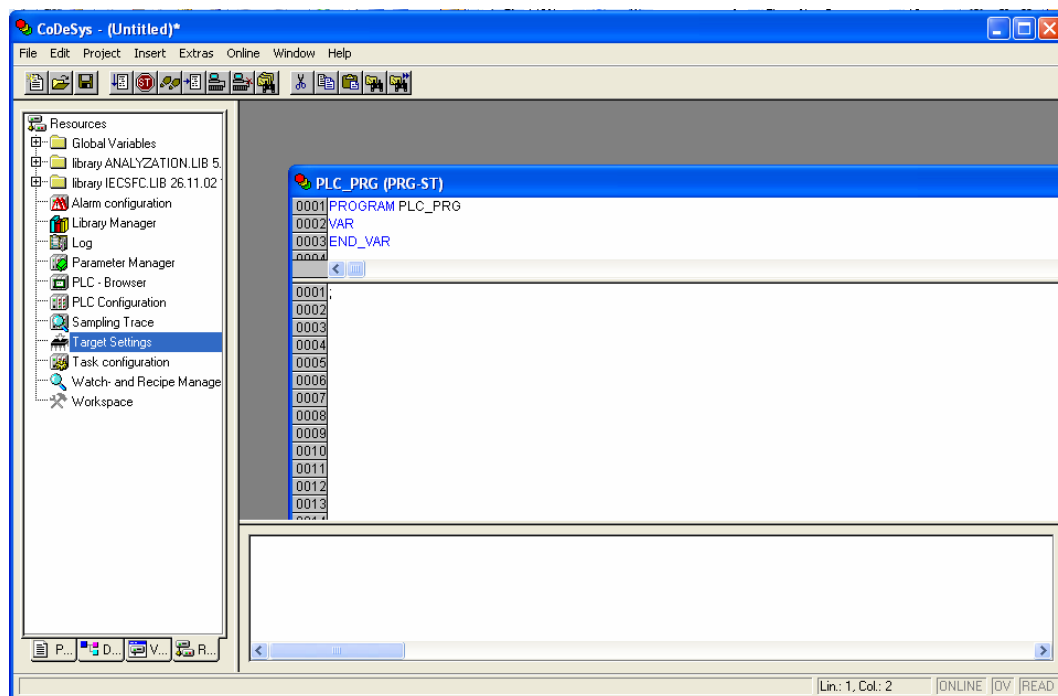

Рис. 1. Выбор утилиты Target Settings во вкладке ресурсов CoDeSys
2. Во вкладке ресурсов (**Resources**) Организатора объектов **CoDeSys** выбирается утилита **Target Settings** (рис. 1).